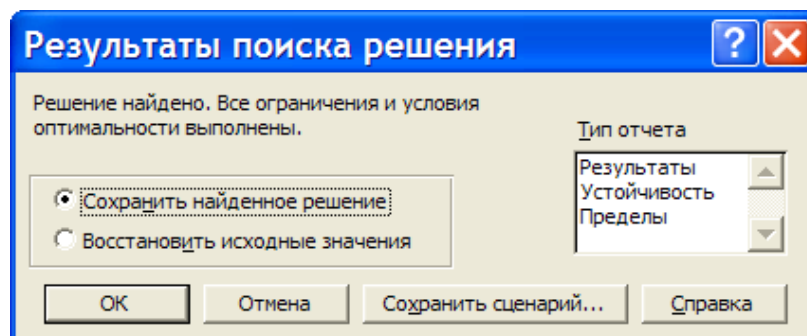

Рисунок 5
12. Нажмите кнопку «Выполнить». По окончании поиска решения появится диалоговое окно результатов (рис.5).